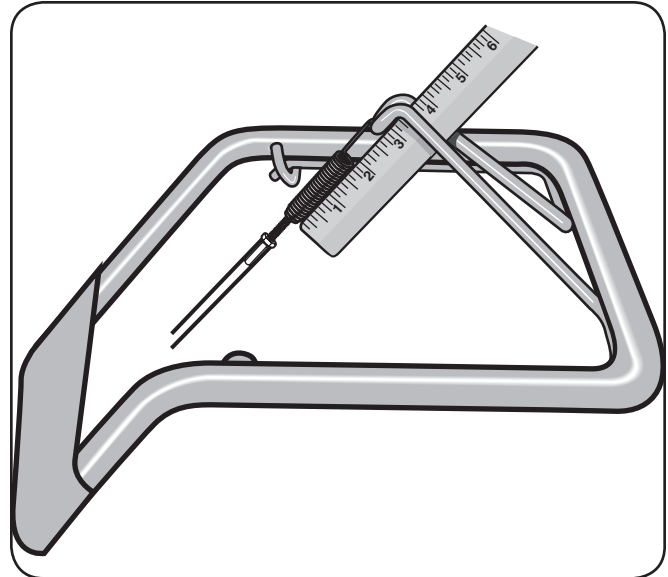

Figure 3-6
- a. Con el gancho del embrague de marcha directa en posición abierta, mida la longitud del resorte del cable desde la bobina exterior hasta la bobina exterior. Vea la Fig. 3-6.
- b. Apriete el gancho del embrague de marcha directa contra las barras de control (Vea la Fig. 3-6) y vuelva a medir la longitud del resorte. La tensión de la correa es correcta si esta segunda medición es entre $\frac{1}{16}$ " y $\frac{3}{16}$ " más larga que la primera medición. Si es así, gire la tuerca hexagonal apretándola bien contra el ajustador del cable mientras evita que el ajustador gire.